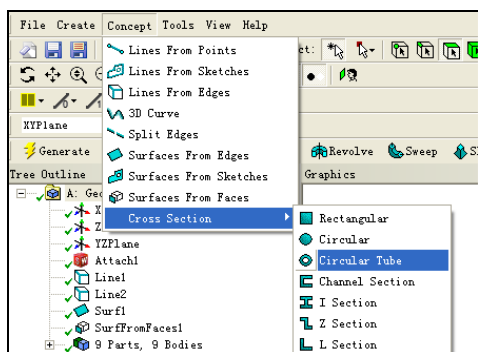
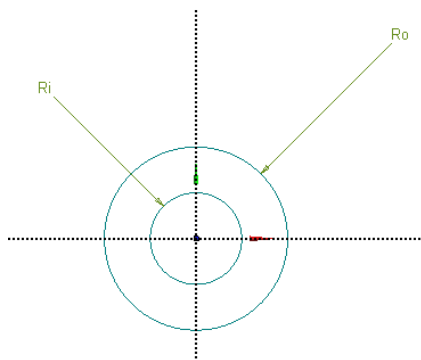

图 2-75 创建圆环截面
图 2-76 圆环截面
**步骤 01** 如图 2-75 所示, 执行菜单栏中的 **Concept (概念) → Cross Section (横截面) → Circular Tube (圆环截面)** 命令, 此时图环截面的显示如图 2-76 所示。